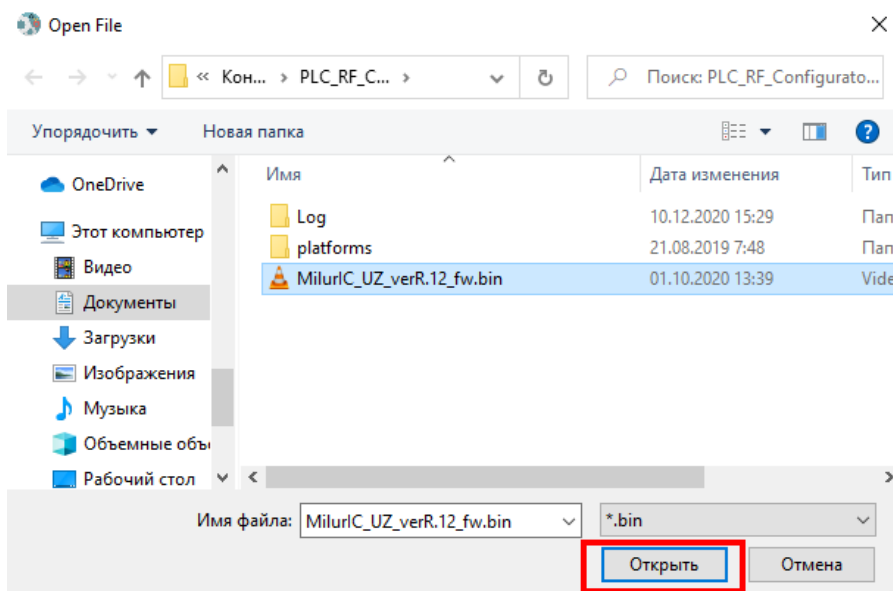

Рис. 6
7. Указать расположение файла и подтвердить кнопкой «Открыть» (рис.6)